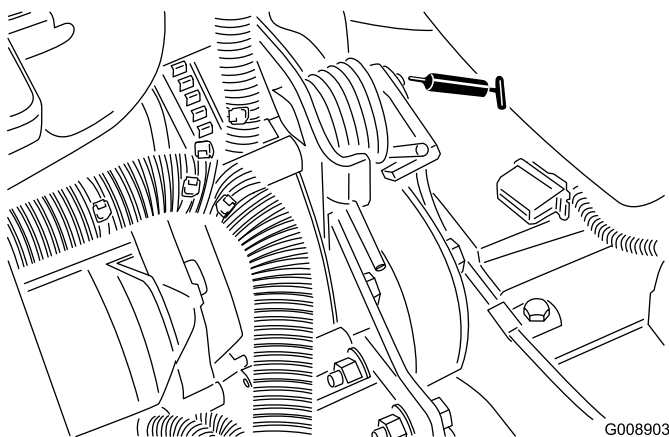

Figura 40
- Articulação da tensão da correia (Figura 40)